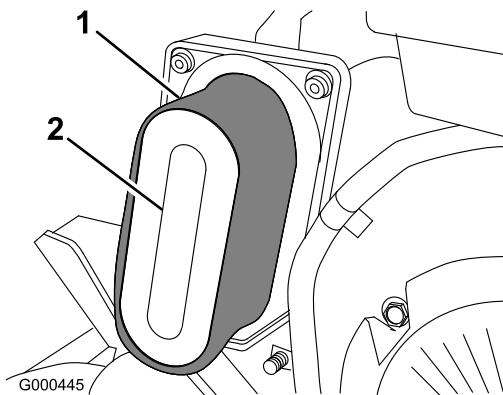

Figura 23
- Se l'elemento in schiuma sintetica è sporco, toglietelo dall'elemento di carta (Figura 23), e pulitelo accuratamente.